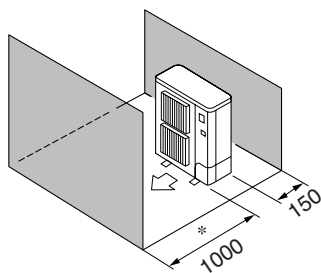

Fig. 2-6
- ⑤ Hindernisse nur auf der Rückseite und Rückseite (Fig. 2-6)